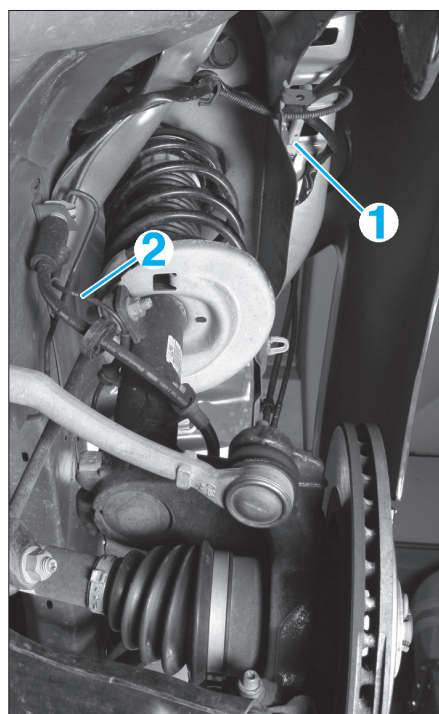

FIG. 29
- Débrancher le connecteur (1) (Fig.29).
- Dégrafer le faisceau (2) du capteur de roue avant de la joue d'aile et de l'élément de suspension.